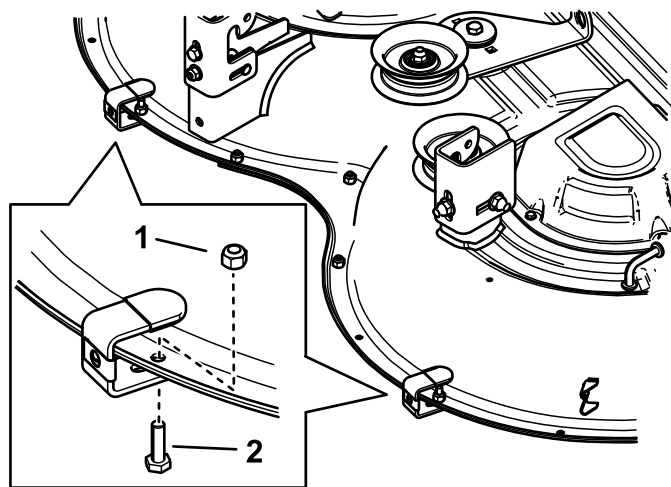

Figura 2
4. Instale los soportes en los taladros indicados en la Figura 2. Sujete el tapón de goma del soporte firmemente contra la parte trasera de la carcasa de corte y apriételo.